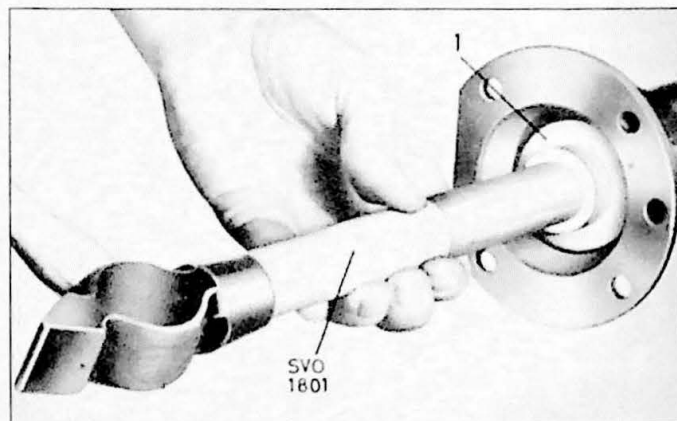
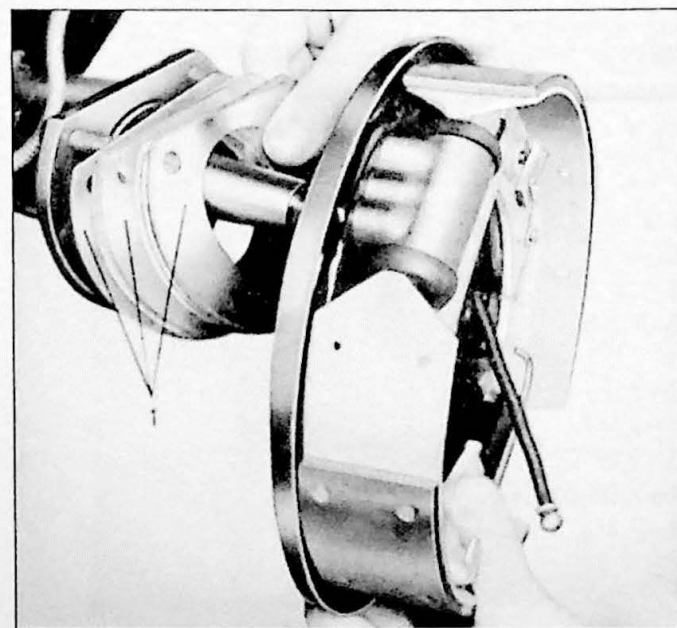

Fig. 9.40a. Montage viltring. 1. SVO 2456.
Fig. 9.40b. Montage remankerplaat. 1. vulplaatjes
5. Monteer de viltring (Fig 9.40a). Monteer de remankerplaat aan de linkerkant (Fig. 9.40b) en vulplaatjes volgens de tabel. Controleer de rubber bescherming die de handremkabel beschermt in de ankerplaat. Vervang indien nodig. Monteer de remleiding en de remkabels aan de beide zijden. Monteer de naaf met remtrommels.